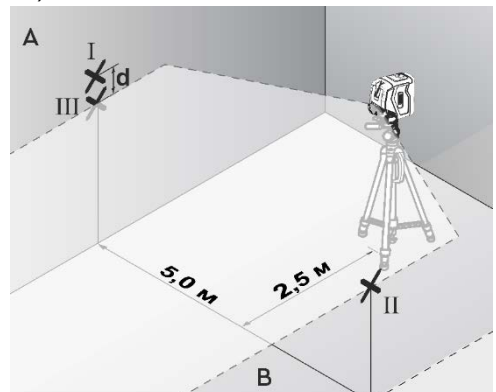

Рисунок 8
3.4.4 Вирівняйте прилад по висоті таким чином (за допомогою штатива або підмостивши щонебудь під нього), щоб середина лазерної лінії точно потрапляла на позначену раніше точку «II» на стіні «В» (дивіться рисунок 8).
3.4.5 Позначте на стіні «А» середину лазерної лінії як точку «III» (рисунок 8) (вертикально над точкою «I» або під нею).
3.4.6 Різниця «d» між двома позначеними на стіні «А» точками «I» та «III» – це фактичне відхилення приладу від горизонталі (рисунок 8).